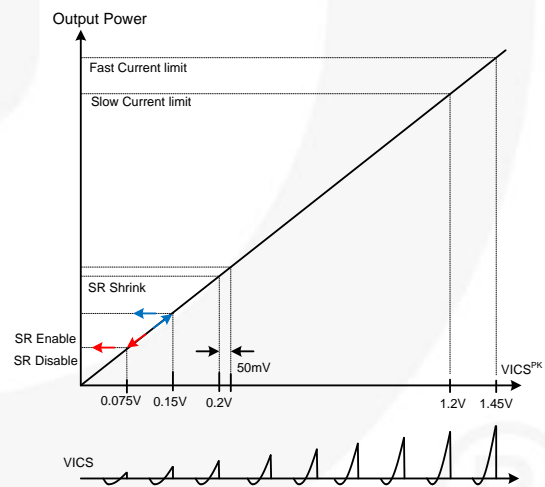
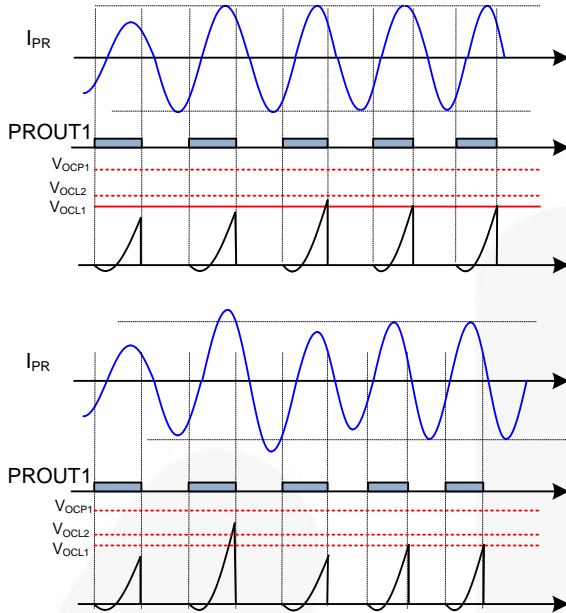
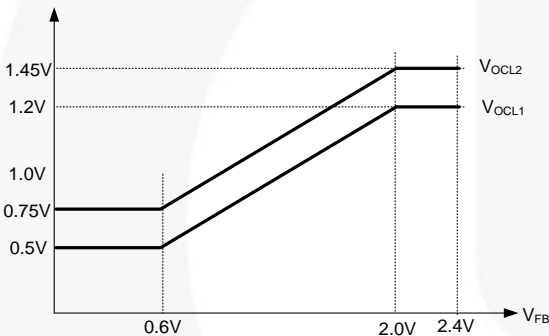

图 63. 与  $V_{ICS}$  峰值电压有关的功能
图 64. 通过频率偏移（补偿截止）的 ICS 引脚限流
图 65. 限流阈值调制与反馈电压的函数关系
由于电流感测电压 ( $V_{ICS}$ ) 积分的峰值与 LLC 谐振转换器的平均输入电流成比例关系，用于四个主要功能，如图 63 所示。
- (1) SR 栅极收缩：为保证轻负载运行期间 SR 运行稳定，SR 死区时间（导通/关断转换）将增加，从而导致  $V_{ICS}$  峰值降至  $V_{TH1}$  (0.2 V) 以下时 SR 栅极收缩。当  $V_{ICS}$  峰值升至 0.25 V 以上时，SR 死区时间将降至编程值。
- (2) SR 禁用和使能：在极轻负载条件下，当  $V_{ICS}$  峰值小于  $V_{TH3}$  (0.075 V) 时，将禁用 SR。当  $V_{ICS}$  峰值增加到  $V_{TH2}$  (0.15 V) 以上时，将使能 SR。
- (3) 过流限制： $V_{ICS}$  峰值还用于输入限流。如图 63 所示，存在两种不同的限流（快速和缓慢）。在轻度过载条件下，当  $V_{ICS}$  峰值增加到缓慢限流电平 ( $V_{OCL1}$ ) 以上时，内部反馈补偿电压将缓慢降低以限制输入功率。此情况将一直持续，直到  $V_{ICS}$  峰值降至  $V_{OCL1}$  以下。在较为严重的过载条件下， $V_{ICS}$  峰值将超过快速限流阈值 ( $V_{OCL2}$ ) 且内部反馈补偿电压将快速降低以限制输入功率，如图 64 所示。此情况将一直持续，直到  $V_{ICS}$  峰值降至  $V_{OCL2}$  以下。 $V_{ICS}$  值的限流阈值还会随着电压感测信号 ( $V_{FB}$ ) 的减弱而改变，以便在过载条件下限制输出电流，如图 65 所示。当转换器在深低于谐振操作下运行较长的保持时间（请参考保持时间升压功能）时，这些限制阈值将变为较高的值 ( $V_{OCL1.BR}$  和  $V_{OCL2.BR}$ )。
- (4) 过流保护 (OCP1)：当  $V_{ICS}$  峰值大于  $V_{OCP1}$  (1.9 V) 时，将触发过流保护。将增加 150 ns 去抖动时间，以进行过流保护。当转换器在深低于谐振操作下运行较长的保持时间（请参考保持时间升压功能）时，这些 OCP 阈值将变为较高的值 ( $V_{OCP1.BR}$ )。